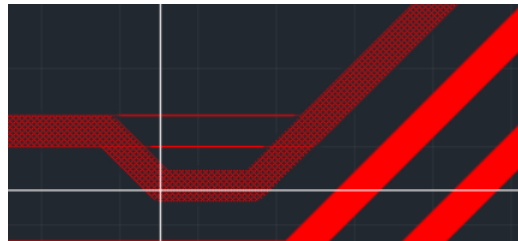

Рис. 292 Сброс ранее заданного скругления
2. Переместите курсор с зажатой кнопкой мыши. Скругление будет сброшено, а геометрия вершины и смежных сегментов трека изменена, Рис. 292.